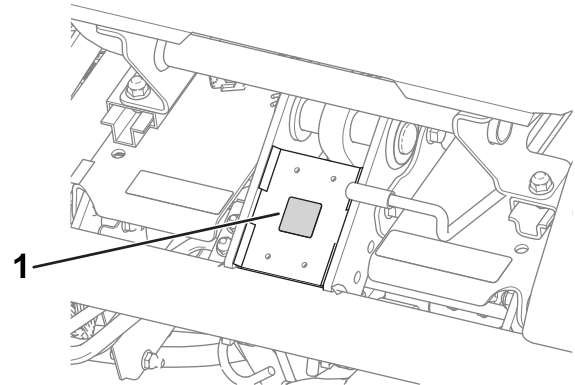

图 11
- 将 CE 标贴零件号 93-7252 粘贴到座椅前部下方的机架上 图 11。